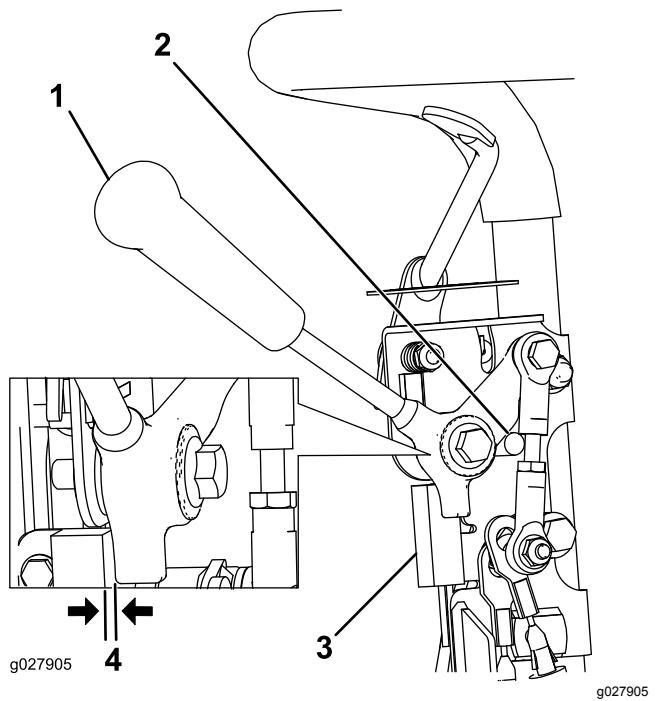

图36
1. 确保发动机关闭、牵引杆处于“已分离”位置且机器停放在“空档停止”位置图36。
2. 松开联锁开关紧固件(图36)。
3. 在牵引杆与联锁开关之间放入0.8mm厚的塞尺图36。